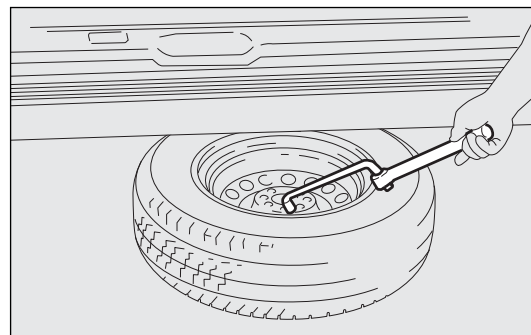

fig. 169
- ☐ utilizar la llave para desmontar ruedas para sacar la rueda del vehículo fig. 169;